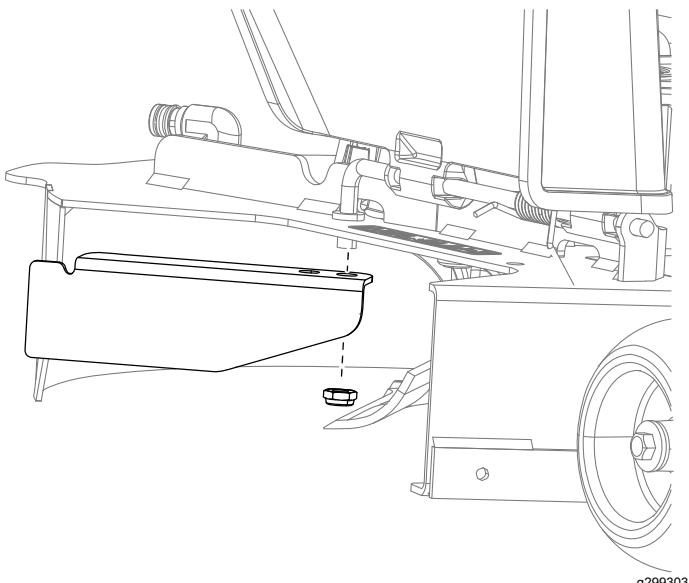

図 18
1. 50" デッキの場合は、マシンについている既存のバッフルを外す図 18。